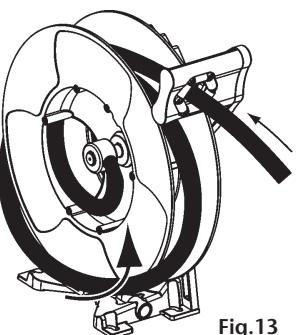

Fig.13
- Wind the hanging hose into the reel (fig. 13).
- Introduzca una vuelta de la manguera, en el disco del enrollador (fig. 13).
- Insérer le flexible sur un tour à l'intérieur du tambour par une flasque de l'enrouleur (fig. 13).